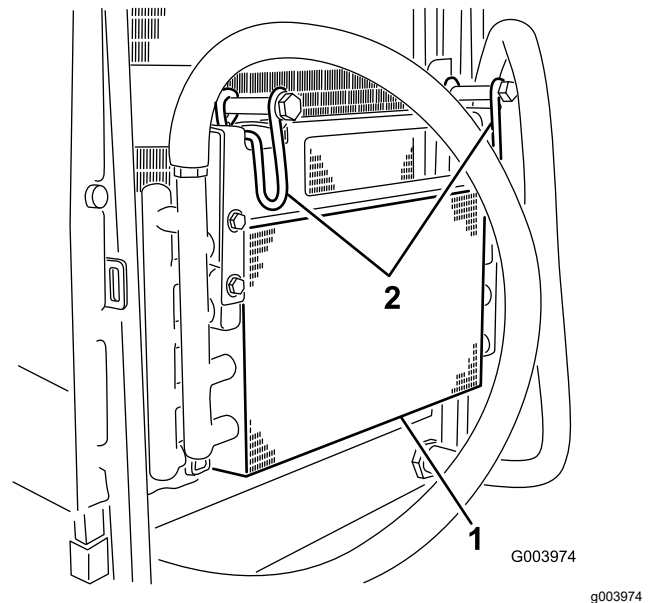

Figura 69
5. Girate i fermi verso l'interno per rilasciare il radiatore dell'olio (Figura 69).